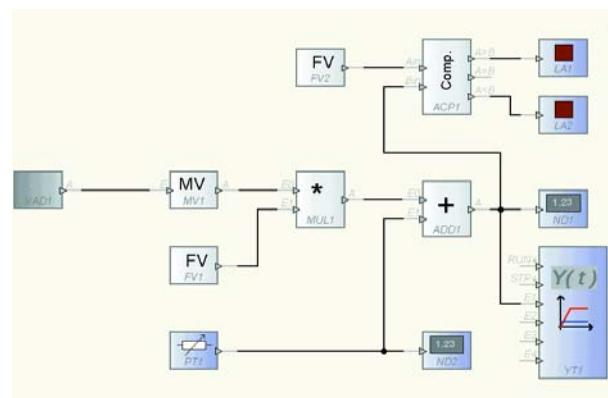

Figure 6. Structure du circuit dans l'exemple d'application.
- Il faut maintenant compléter le circuit dans ProfiLab-Expert conformément au cahier des charges (**figure 6**). La moyenne (MW1) du signal d'entrée numérisé par la carte est tout d'abord calculée pour stabiliser la valeur de mesure. Elle est ensuite mise à l'échelle en la multipliant par une constante (FW1) au moyen d'un multiplicateur (MUL1). Le signal mis à l'échelle passe ensuite par un additionneur qui permet d'effectuer le calibrage. Le potentiomètre PT1 ajoute à la valeur de mesure mise à l'échelle un décalage (*offset*) positif ou négatif permettant d'ajuster la tension de mesure. ND2 affiche la valeur du décalage sur le panneau frontal de l'application. Les paramètres d'ajustement du décalage et de son affichage peuvent être configurés grâce au dialogue des propriétés des éléments du panneau frontal. La valeur du signal à la sortie de l'additionneur (température mesurée \pm offset) est indiquée par l'afficheur numérique ND1 et enregistrée en fonction du temps par le traceur $Y(t)$. Le signal de mesure est envoyé en même temps à un comparateur. Ce dernier commute 2 lampes de signalisation en fonction de la constante prédefinie FW2, indiquant ainsi le dépassement vers le haut ou vers le bas du seuil de température. La valeur fixe FW2 représente donc le seuil de commutation désiré.